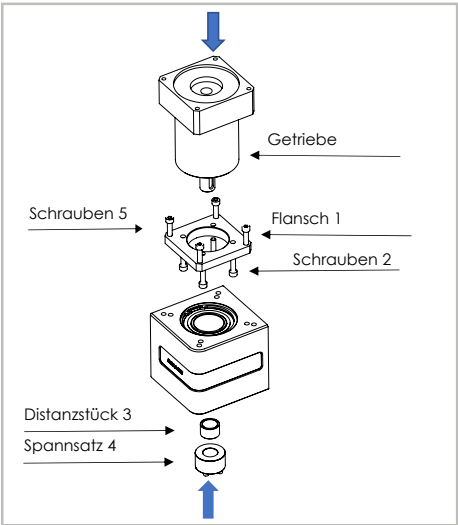

Fig. 18
- Die Lineareinheit wie in der Abbildung 18 mit der Getriebebaugruppe nach oben platzieren.
- Den Flansch (1) am Getriebe montieren und die Schrauben (2) festziehen, bis die in Tabelle 2 angegebenen Drehmomente erreicht sind.
- Zuerst von unten das Distanzstück (3) und dann den Spannsatz (4) einsetzen, ohne sie festzuziehen.
- Die Befestigungsschrauben des Flansches (5) festziehen.
- Die Befestigungsschrauben (5) des Flansches lösen und wieder anziehen, bis die in Tabelle 2 angegebenen Erf. Drehmomente erreicht sind.